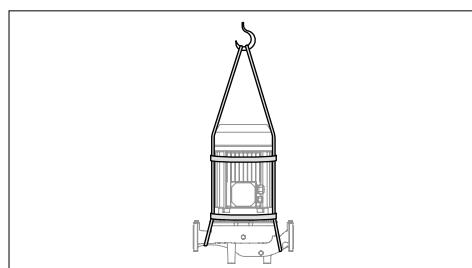

FIG.1 : Levage des pompes 3E à l'aide de cordes
- Retirer le boulon entre le corps de pompe et le support du moteur et retirer simplement le moteur dans le sens axial. Utiliser un palan adapté pour soulever/déplacer la pompe. (FIG 1)